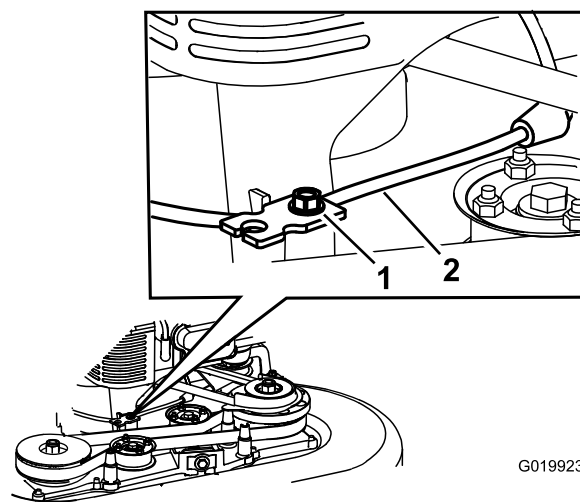

Figure 41
5. Desserrez la vis du serre-câble (Figure 41).